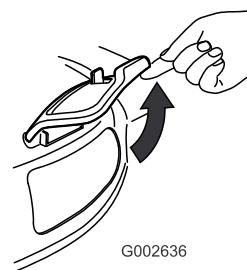

Figure 33
- Soulevez et ouvrez le volet d'éjection latérale (Figure 33).